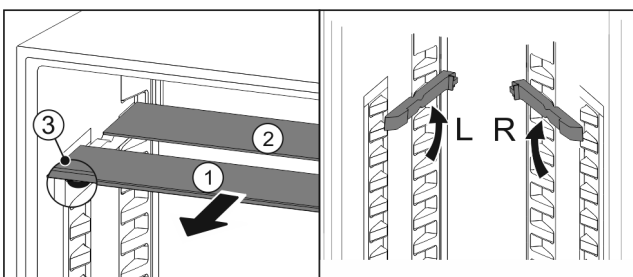

Fig. 99
- ▶ Издърпайте Fig. 99 (1) поотделно стъклените плочи напред.
- ▷ Стъклената плоча Fig. 99 (1) с декоративната лайстна е отпред.
- ▷ Ограничителите Fig. 99 (3) сочат надолу.